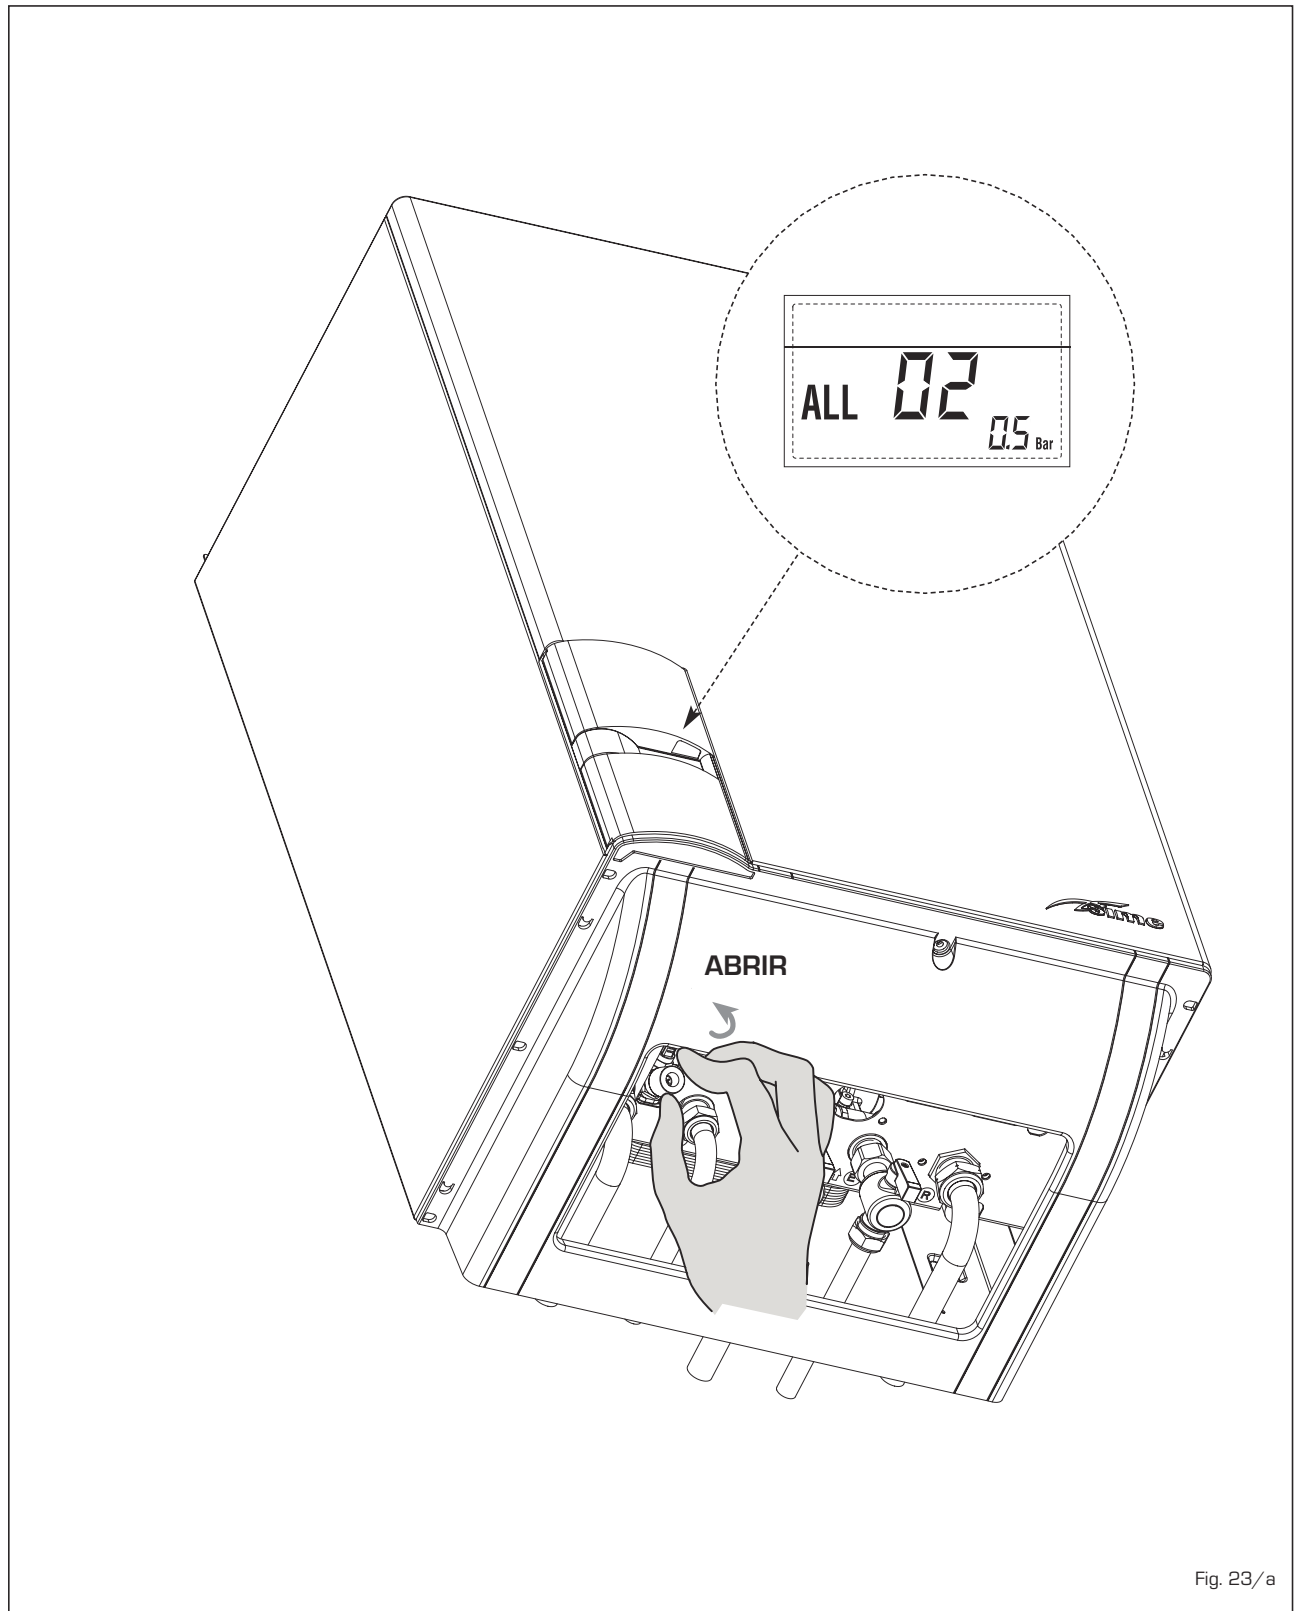

Fig. 23/a
- **ANOMALÍA ALTA PRESIÓN AGUA “AL 03” (fig. 23/b)**